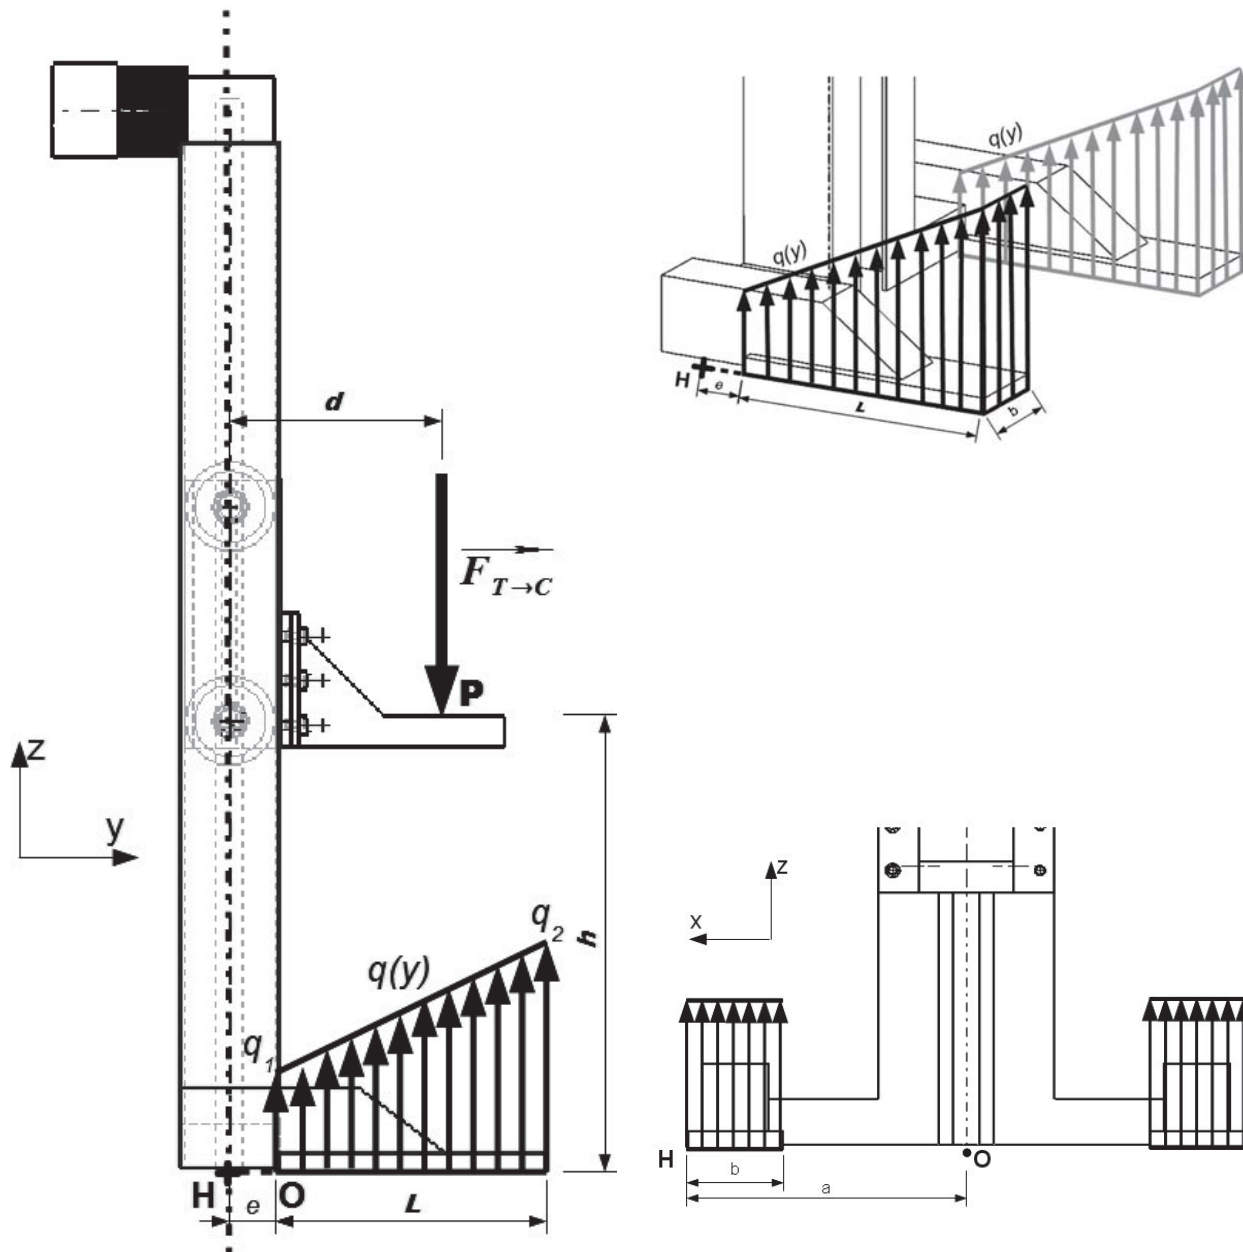

Figure 2 – modélisation du contact sol/colonne
Le modèle retenu pour cette étude est le suivant : (figure 2).
- L'action de contact sol/colonne est modélisée par une répartition de pression  $q(y)$  variant linéairement entre  $q_1$  et  $q_2$  pour  $y \in [e, e + L]$ , et restant uniforme selon  $x$ , comme indiqué sur la figure 2 L'unité de  $q(y)$  est le MPa.